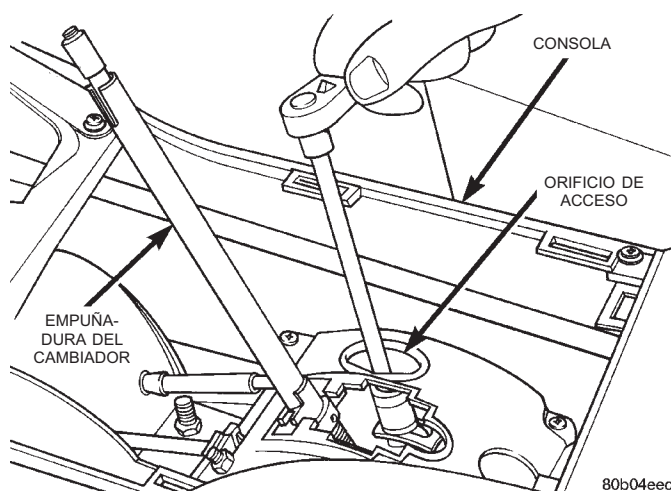

Fig. 317 Tuerca de la palanca de ajuste del cable de cambios
- (1) Aplique el freno de estacionamiento.
- (2) Retire el tornillo de ajuste del pomo del cambio de marchas y el pomo.
- (3) Retire el marco del selector del cambio de marchas y el cableado de la luz.
- (4) Instale el tornillo de ajuste del pomo del cambio de marchas y el pomo.
- (5) Coloque la palanca del cambio de marchas en la posición (P) (estacionamiento).
- (6) Afloje la tuerca del ajustador del cable del cambio de marchas en el conjunto del cambiador (Fig. 317).